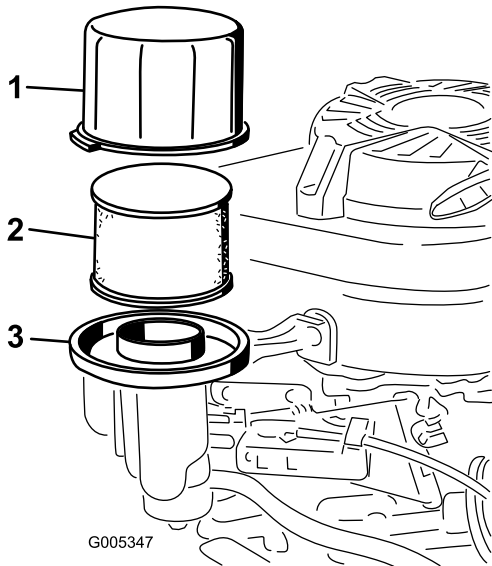

Figura 20
3. Retire cobertura e limpe-a cuidadosamente (Figura 20).
4. Retire o pré-filtro de esponja e o filtro de papel da base do filtro (Figura 20).